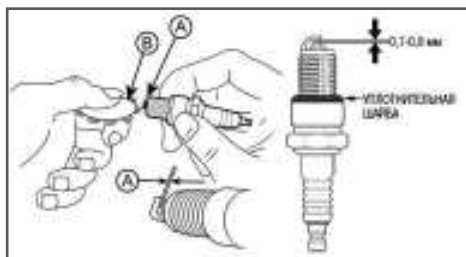

Рис. 21 Проверка зазора между электродами
4. Измерьте зазор А между электродами свечи зажигания специальным щупом В. Зазор А должен быть 0,7-0,8 мм (Рис. 21). При увеличении или уменьшении требуемого зазора, рекомендуется заменить свечу, так как регулировка зазора может привести к изменению качества искрообразования.